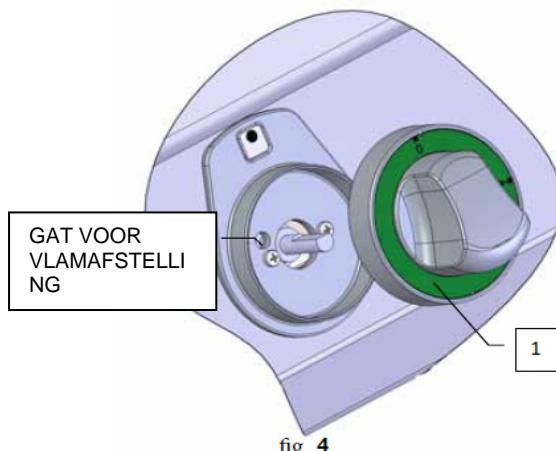

fig. 4
Stel de waakvlambrander af door de veiligheidsmoer (Fig. 4, Opmerking 12) los te draaien met een sleutel, draai vervolgens het mondstuk van de waakvlambrander (Fig. 4, Opmerking 14) los met de veer en vervang deze door een mondstuk voor het juiste gas volgens de specificaties. de tafel. Draai het mondstukdeksel vast met een sleutel en stel de “economy mode” in, zie onderstaande tekst.
- Verwijder de bedieningsknop (Opmerking 1, Afb. 4) door deze naar u toe te trekken.